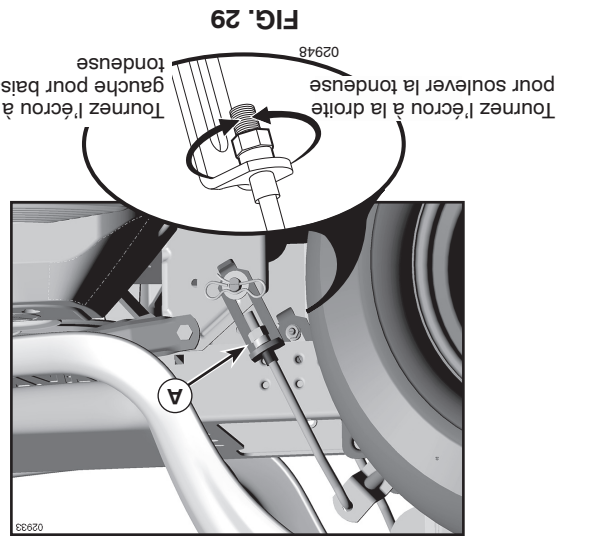

FIG. 29
- AJUSTEMENT LATÉRAL VISUEL (Voir la Fig. 29)